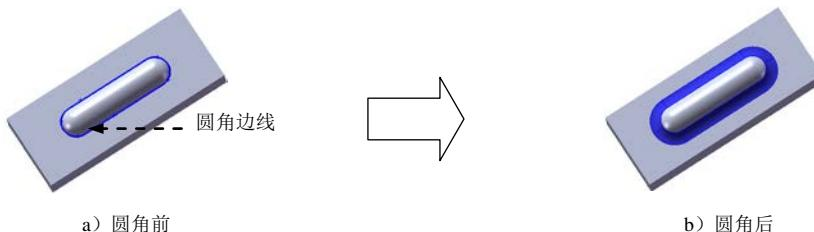

图 7.10 圆角 3
Step6. 创建图 7.10 所示的圆角 3。选择下拉菜单 **插入(I)** → **特征(E)** → **圆角(U)...** 命令;